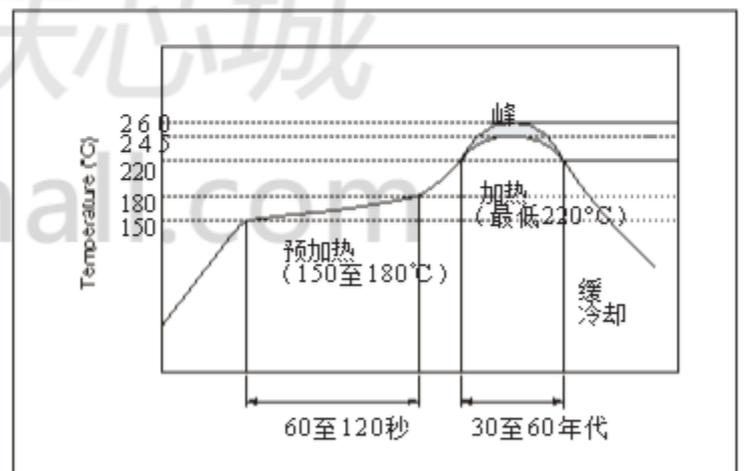

图3-3 MHz频带芯片的回流焊接配置文件
下一页显示测试后的标准，图3-3显示回流
2. 焊接耐热性	将引线端子浸入距离谐振器本体2.0mm的焊槽中 <input type="checkbox"/> 然后谐振器应在自然条件下放置1小时后测量。*1 图3-3中回流曲线显示了热应力被施加到谐振器上，然后谐振器应在放入后进行测量自然条件1小时。*2